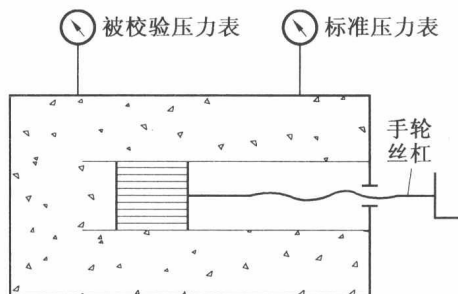

图 2.1 例题图 1
1. 图 2.1 所示为用标准压力表检验一般压力表的活塞式压力计。压力计壳体内充满油液,其液体压缩率 $\kappa = 4.75 \times 10^{-10} \text{ Pa}^{-1}$ 。壳体压力由手轮丝杠和活塞产生。活塞直径 $d = 10 \text{ mm}$,丝杠螺距 $P = 2 \text{ mm}$ 。当压力为 0.1 MPa 时,壳体内油液体积 $V = 200 \text{ mL}$,试求要在压力计内形成 20 MPa 的压力,手轮要摇多少转(r)?